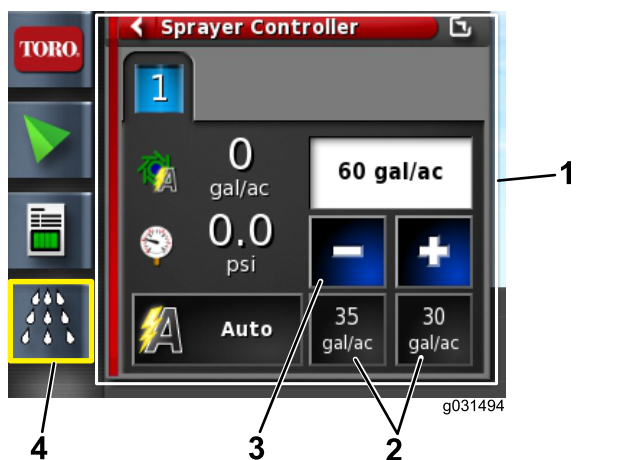

Figura 67
4. Se a taxa não estiver correta, altere a taxa com taxas predefinidas, de forma incremental, ou selecione a taxa atual para introduzir manualmente a taxa de aplicação (Figura 67).